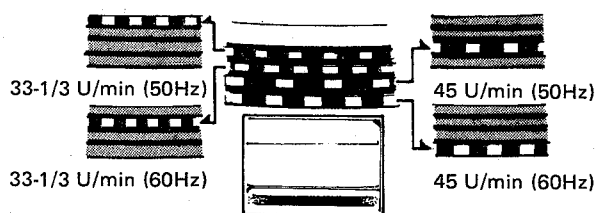

Abb. 18
3. Die Starttaste (START) drücken und das entsprechende Band der Stroboskopmarkierungen am Plattentellerrand beobachten (Abb. 18).
5. Den Drehzahlwähler auf 45 stellen und in gleicher Weise unter Verwendung des Drehzahlfeinreglers für 45 U/min vorgehen, wobei diesmal das entsprechende Band der Stroboskopmarkierungen am Plattentellerrand beobachtet wird (Abb. 18).